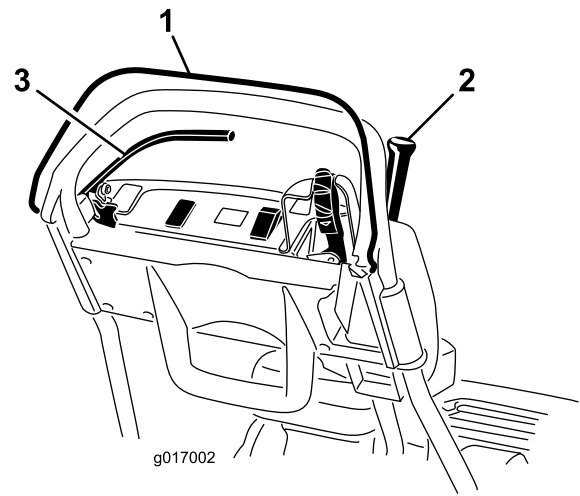

Bild 27
3. Versuchen Sie den Fahrantriebshebel bei gelöster elektronischer Sicherheit zu aktivieren (Bild 27). Der Fahrantriebshebel sollte nicht aktiviert werden. Wenn der Fahrantriebshebel aktiviert werden kann, müssen die Sicherheitsschalter gewartet werden. Beheben Sie den Fehler, bevor Sie den Betrieb aufnehmen. Weitere Informationen finden Sie unter „Warten der Sicherheitsschalter“.
4. Lösen Sie die elektronische Sicherheit, wenn die elektronische Sicherheit gedrückt und der Fahrantriebshebel aktiviert ist (Bild 27). Der Fahrantriebshebel sollte deaktiviert werden. Wenn der Fahrantriebshebel nicht deaktiviert wird, müssen die Sicherheitsschalter gewartet werden. Beheben Sie den Fehler, bevor Sie den Betrieb aufnehmen. Weitere Informationen finden Sie unter „Warten der Sicherheitsschalter“ oder „Einstellen des Fahrantriebshebels“.
5. Aktivieren Sie die elektronische Sicherheit und schieben Sie den Ganghebel nach links; kuppeln Sie dann den Fahrtrieb und den Spindelantrieb ein und lösen Sie die elektronische Sicherheit (Bild 27). Der Fahrantriebshebel sollte deaktiviert werden. Wenn der Fahrantriebshebel nicht deaktiviert wird, müssen die Sicherheitsschalter gewartet werden. Beheben Sie den Fehler, bevor Sie den Betrieb aufnehmen. Weitere Informationen finden Sie unter „Warten der Sicherheitsschalter“, „Einstellen des Fahrantriebshebels“ oder „Einstellen des Spindelantriebs“.
6. Aktivieren Sie die elektronische Sicherheit und schieben Sie den Ganghebel nach links, um den Fahr- und Spindelantrieb einzukuppeln; schieben Sie den Ganghebel nach rechts, um den Spindelantrieb auszukuppeln (Bild 27). Der Spindelantrieb sollte ausgekuppelt werden. Wenn der Fahrantriebshebel nicht deaktiviert wird, müssen die Sicherheitsschalter gewartet werden. Beheben Sie den Fehler, bevor Sie den Betrieb aufnehmen. Siehe „Einstellen des Spindelantriebs“.
2. Aktivieren Sie die elektronische Sicherheit, kuppeln Sie den Fahrtriebshebel ein und stellen Sie die Motorbedienelemente in die Start-Stellung (Bild 27). Versuchen Sie jetzt, den Motor zu starten. Der Motor sollte nicht anspringen. Wenn der Motor startet, muss der Sicherheitsschalter gewartet werden. Beheben Sie den Fehler, bevor Sie den Betrieb aufnehmen. Weitere Informationen finden Sie unter Warten der Sicherheitsschalter“.
2. Kuppeln Sie den Fahrtriebshebel aus, aktivieren Sie die Betriebsbremse und stellen die Motorbedienelemente in die Start-Stellung (Bild 27). Versuchen Sie jetzt, den Motor zu starten. Der Motor sollte anspringen. Wenn der Motor nicht anspringt, muss der Sicherheitsschalter gewartet werden. Beheben Sie den Fehler, bevor Sie den Betrieb aufnehmen. Weitere Informationen finden Sie unter Warten der Sicherheitsschalter“.
3. Lassen Sie den Motor an, aktivieren die Betriebsbremse (nicht die Feststellbremse), aktivieren Sie die elektronische Sicherheit und kuppeln Sie den Fahrtriebshebel ein (Bild 27). Der Motor sollte gegen die Bremse kämpfen aber nicht abstellen. Wenn der Motor abstellt, muss der Sicherheitsschalter gewartet werden. Beheben Sie den Fehler, bevor Sie den Betrieb aufnehmen. Weitere Informationen finden Sie unter Warten der Sicherheitsschalter“.
4. Lassen Sie den Motor an, aktivieren den Feststellbremsriegel, aktivieren Sie die elektronische Sicherheit und kuppeln Sie den Fahrtriebshebel ein (Bild 27). Der Motor sollte abstellen. Wenn der Motor nicht abstellt, muss der Sicherheitsschalter gewartet werden. Beheben Sie den Fehler, bevor Sie den Betrieb aufnehmen. Weitere Informationen finden Sie unter Warten der Sicherheitsschalter“.